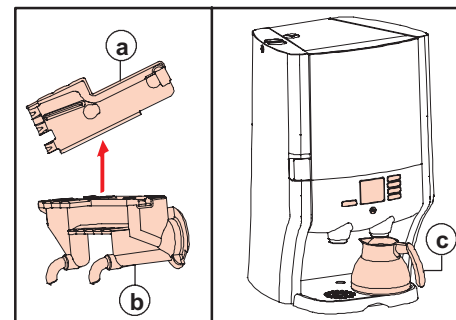

Fig. 40 Couverture de la rigole / placement de la verseuse
10. Nettoyez la rigole. Enlevez le couvercle de la rigole (fig. 40 a et b). La rigole est lavable en lave-vaisselle.
14. Placez une verseuse sous le bec de sortie de **droite** (fig. 40 c).